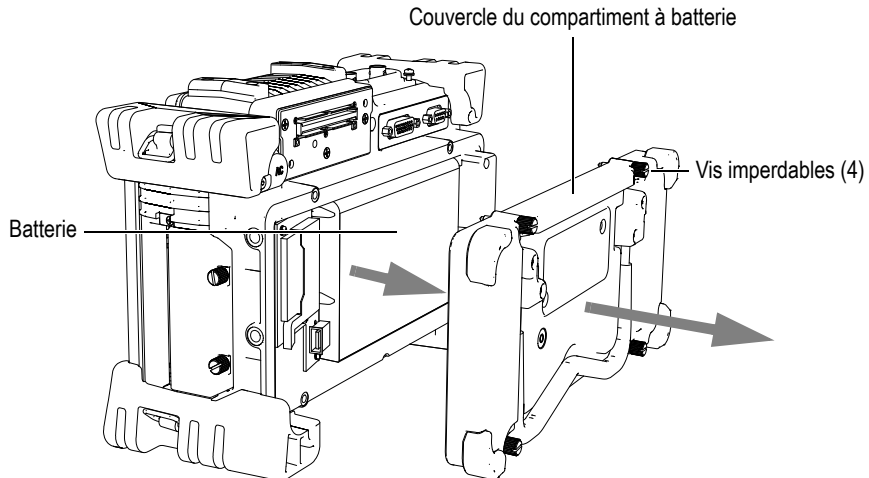

Figure 2-5 Ouverture du compartiment à batterie
La batterie se trouve dans le compartiment à batterie sur le panneau arrière des appareils de la série EPOCH™ 1000 (voir la Figure 2-5 à la page 46).
2. Sur le panneau arrière de l'appareil, desserrez les quatre vis imperdables se trouvant sur le couvercle du compartiment à batterie (voir la Figure 2-5 à la page 46).
Appuyez sur la touche d'accès direct [ANGLE] ou [GAIN] pour sélectionner l'un de ces paramètres. Le bouton sélectionné s'affiche en jaune (voir la Figure 2-5 à la page 46). Tournez la molette de réglage ou appuyez sur les flèches haut et bas pour modifier la valeur.